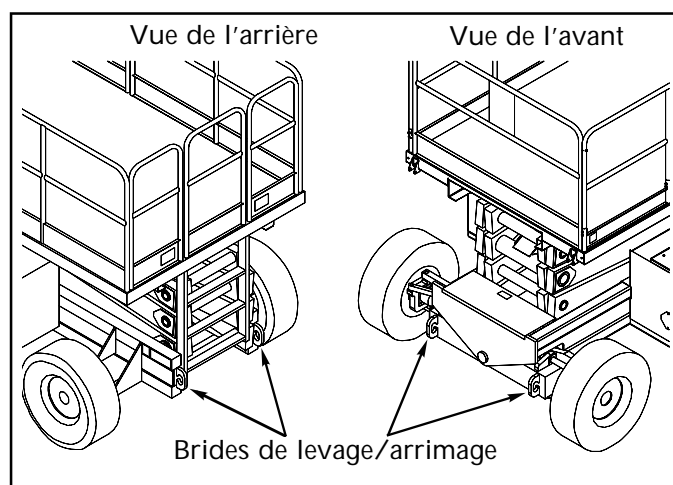

Figure 7 : Transport de la plate-forme élévatrice
1. Attacher les sangles au châssis, seulement aux brides de levage/arrimage (figure 7).
2. Arrimer la plate-forme élévatrice sur le véhicule de transport au moyen de chaînes ou de sangles assez fortes pour la retenir. Attacher ces dernières aux brides de levage/arrimage du châssis (figure 7).